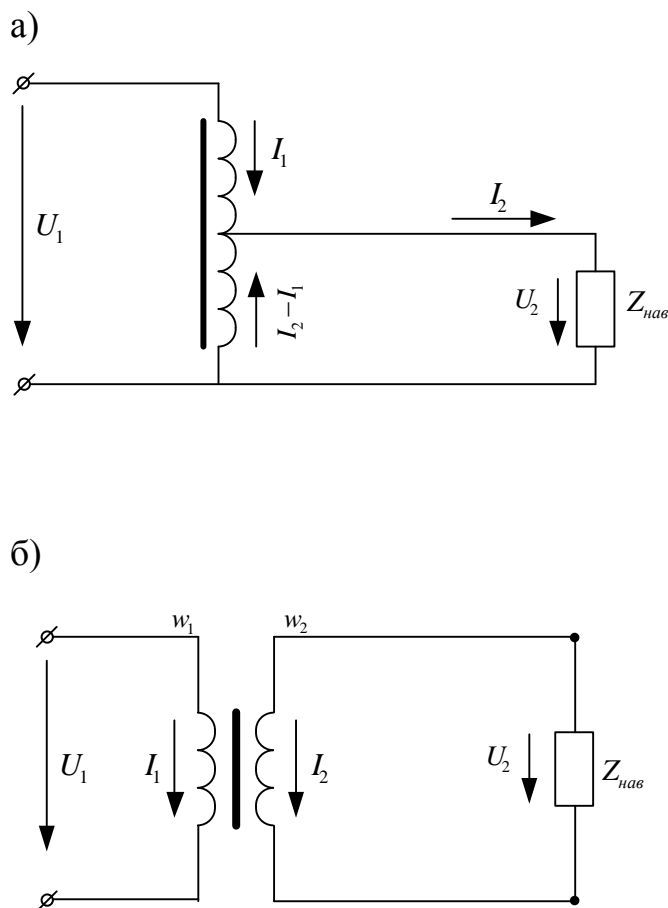

Рисунок 1.4
1.10 Порівняти у скільки разів збільшиться активна площа перерізу міді обмоток при заміні однофазного автотрансформатора (рис. 1.4, а)
трансформатором (рис. 1.4, б) при  $U_2 = 200\text{ В}$  і  $U_2 = 100\text{ В}$ , якщо напруга мережі  $U_1 = 220\text{ В}$ , обмотка, увімкнена в мережу (а також первинна обмотка трансформатора), має число витків  $w_1 = 300$ , струм споживача  $I_2$  при активному навантаженні у всіх випадках дорівнює  $10\text{ А}$ , допустима щільність струму  $j = 2\text{ А/мм}^2$ . У розрахунках струмом холостого ходу знехтувати.